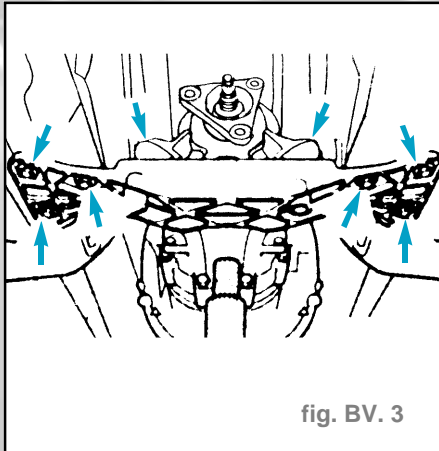

fig. BV. 3
- Déposer les vis et retirer la traverse de soutien (fig. BV. 3).